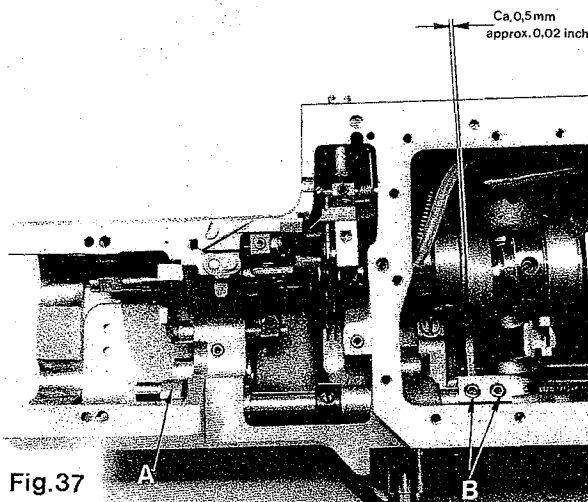

Fig. 37
If the main and the differential feed dog are not parallel to throat plate surface at the moment they rise above the throat plate surface, loosen screws (B, Fig. 37) and turn shaft (A, Fig. 37) as required to set the feed dogs parallel. Retighten screws.
**Note:** Between eccentric shoulder and bearing must be a distance of approximately 0,5 mm = .02 inch (Fig. 37).
Stehen der Haupttransporteur und der Differentialtransporteur bei ihrem Austritt aus der Stichplatte nicht parallel zur Stichplattenoberkante, so kann nach Lösen der Schrauben (B, Fig. 37) die Welle (A, Fig. 37) so gedreht werden, daß die Transporteure parallel stehen. Ziehen Sie die Schrauben wieder an.
**Beachten Sie,** daß zwischen Exzenterbund und Lagerschale ein Abstand von ca. 0,5 mm ist (Fig. 37).